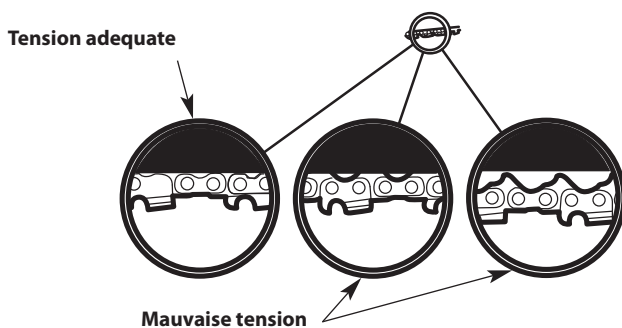

Fig. 21
Vérifiez la tension de la chaîne avant et pendant le fonctionnement. La chaîne de scie s'allongera tandis qu'elle s'échauffe pendant le fonctionnement. Réglez la tension de la chaîne lorsque les méplats de la chaîne pendent hors de la rainure du guide-chaîne (Fig. 18 et Fig. 21).
- Tournez la vis de tension de la chaîne dans le sens antihoraire pour desserrer la chaîne de la scie.La chaîne de la tronçonneuse doit être bien ajustée contre le dessous du guide-chaîne. Il ne doit y avoir aucun fléchissement (Fig. 21).